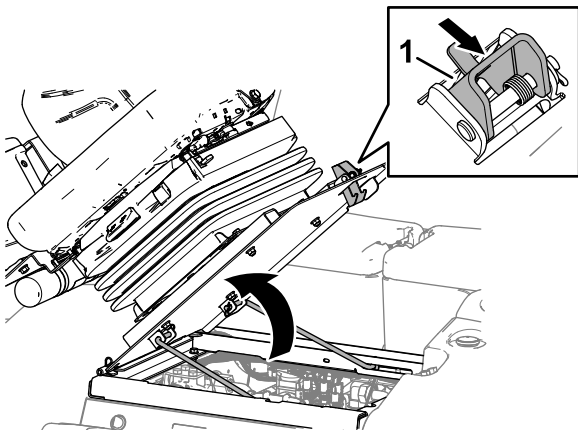

Figura 100
1. Deplasați elementul de fixare a scaunului spre exterior (Figura 100).